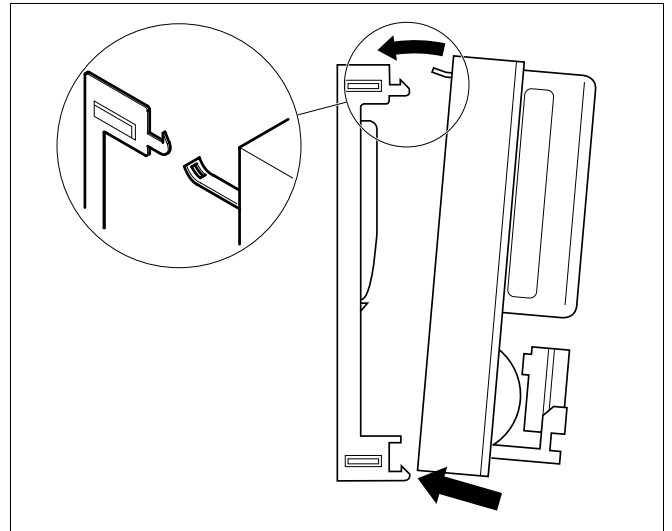

Fig. 8 Fissaggio della caldaia a gas a condensazione al telaio di montaggio
- Collocare la caldaia a gas a condensazione sul bordo inferiore del telaio di montaggio e farla innestare in posizione (fig. 8).